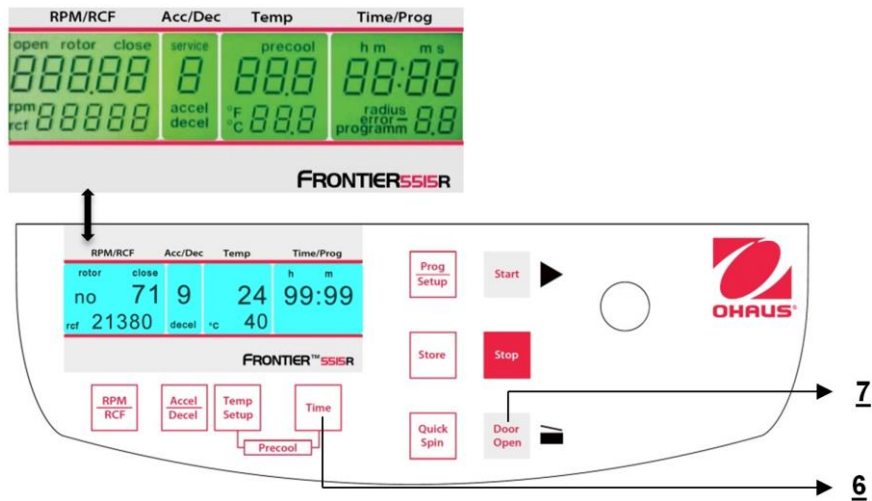

Figura 30
Cuando la centrífuga está apagada, presione al mismo tiempo los botones **"Time"**(6) y **"Door Open"** (7) y encienda el interruptor principal de la centrífuga. Ahora suelte ambos botones y como resultado se ejecuta una prueba de pantalla durante aproximadamente 5 segundos. Todos los indicadores aparecerán al mismo tiempo (vea la Figura 30).